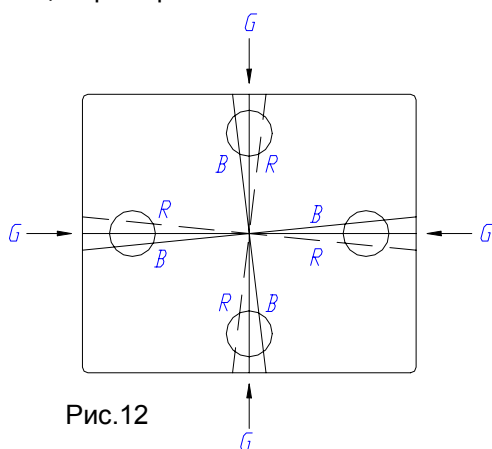
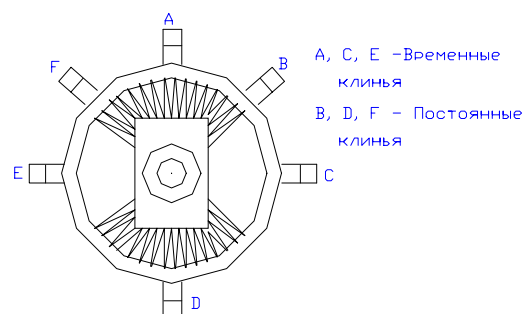

Рис.12
Рис.13
10. Сдвиньте постепенно ОС вперед так, чтобы экран стал равномерно красным (рис.11). Поместить временно резиновый клин (А) между колбой кинескопа и ОС в крайней верхней точке, при этом бумагу, закрывающую липкий слой клина, не снимать, см. рис.13. Затянуть слегка фиксирующий винт ОС.
17. Снять с ОС временно установленный ранее резиновый клин (А, рис.13) и, наклоня
фронтальную часть ОС вверх или вниз, добиться наилучшего сведения перекрещивающихся вертикальных и горизонтальных красных и синих линий, как показано на рис. 12. Поместить временно (не снимая защитной бумаги с липкого слоя) резиновые клинья между ОС и кинескопом в поз. А и D (рис. 13).
18. Наклоня фронтальную часть ОС вправо или влево, добиться наилучшего сведения параллельных вертикальных и горизонтальных красных и синих линий, как показано на рис. 12. Поместить временно (не снимая защитной бумаги с липкого слоя) резиновые клинья поз. Е и С (рис. 13).